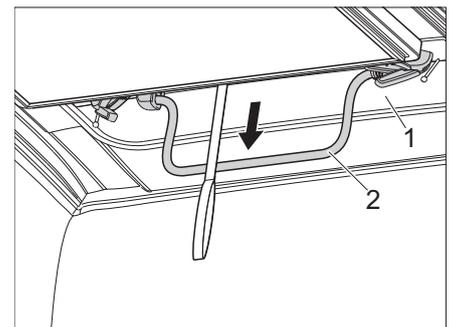

Bild 51 Aufstelldach nach unten ziehen
- Aufstelldach (Bild 51,1) mit Blick in Richtung Heck am Bügel (Bild 51,2) **langsam** nach unten ziehen und beobachten, ob der Stoffbalg sauber nach innen fällt.